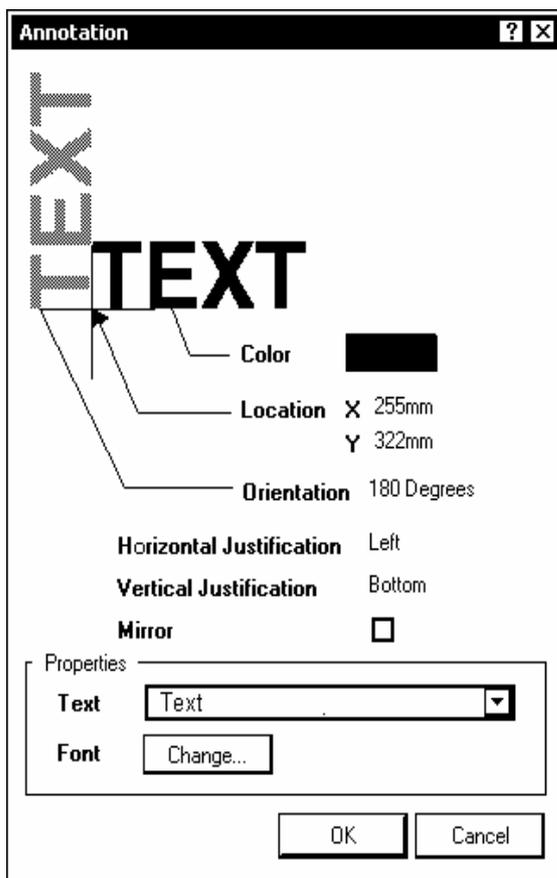

Рис. 4.2
После этого двойным щелчком левой клавиши мыши на каждом из шаблонов “Text” по очереди вызвать окно редактирования текстовой строки (рис. 4.2) и ввести на место слова “Text” соответствующий неизменяемый элемент основной надписи. В этом же окне может быть изменена ориентация записи, ее центровка (Horizontal Justification и Vertical Justification), установлено зеркальное изображение (Mirror), выбран цвет символов.
9. Активизировать команду главного меню Place>>Text String и нажатием клавиши Tab вызвать диалоговое окно редактирования текстовой строки (см. рис. 4.2).